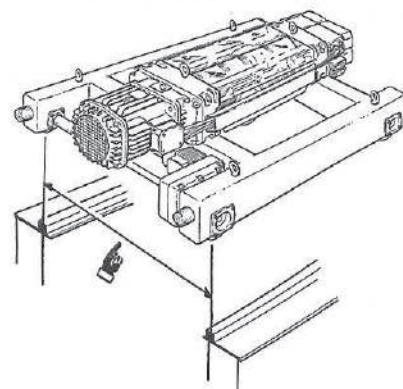

fig.25
- Si el montacargas está dotado de carretilla biviga DRT, verificar el ancho de las vías de las vigas que debe corresponder a aquella predispuesta para las ruedas de la carretilla (fig. 25).